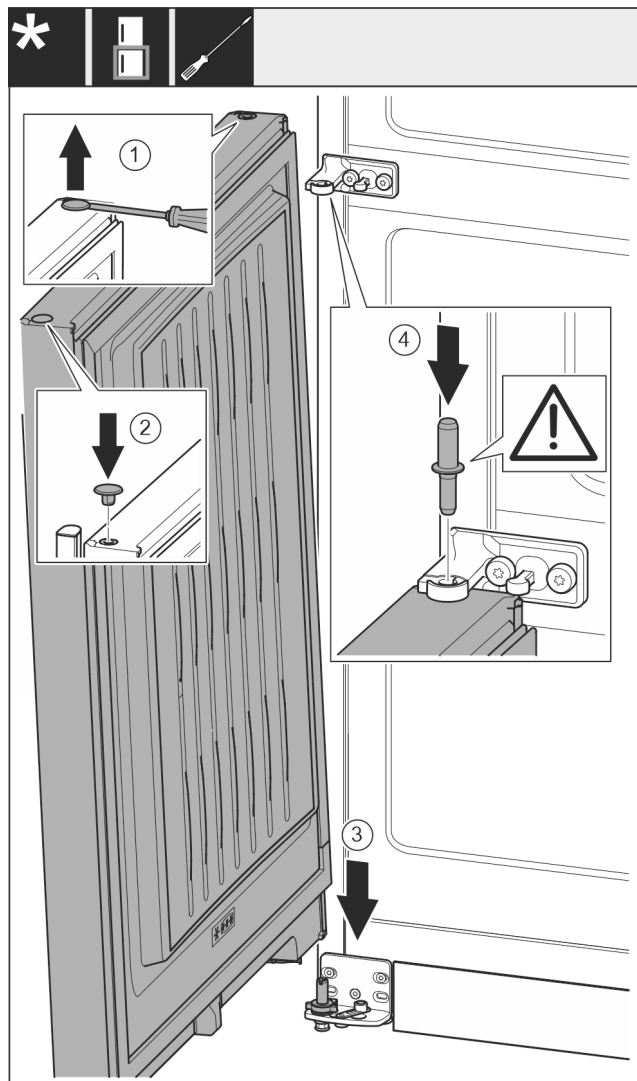

Fig. 17
- ▶ Con un cacciavite a testa a intaglio sollevare con cautela i tappi ed estrarli. Fig. 17 (1)
- ▶ Inserire nuovamente i tappi sull'altro lato della porta. Fig. 17 (2)
- ▶ Applicare la porta dall'alto sul perno di supporto inferiore. Fig. 17 (3)
- ▶ Inserire il perno di supporto centrale attraverso il blocco di supporto centrale nella porta inferiore. Fare attenzione che la camma di arresto sia rivolta verso il lato posteriore. Fig. 17 (4)